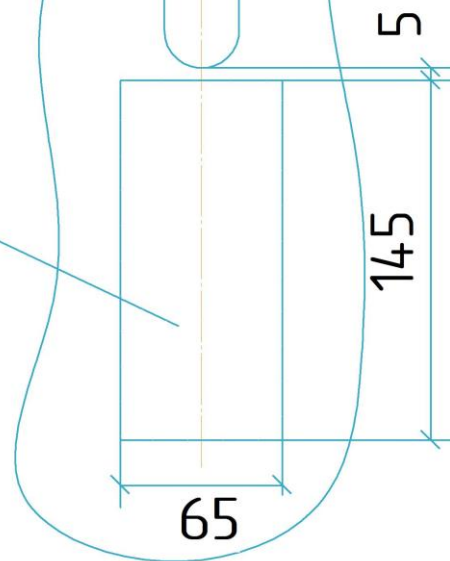

Рис. 2 . Вырез в дампере.
4.7 Сделать вырез в бампере (см.рис.2), установить на место снятые детали (кроме буферного бруса).